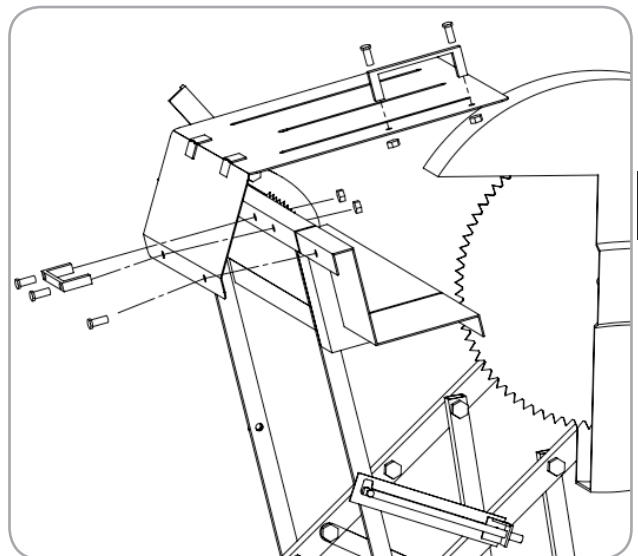

Fig.13
■ Montarea mânerelor(Fig.13)
Fixați al doilea Mâner (C) de suprafața superioară a Capacului de protecție (B) (vezi Fig. 13).